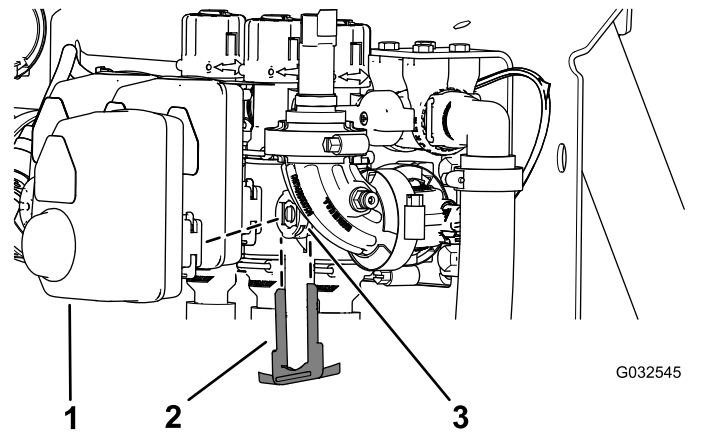

Figura 109
- Retire la horquilla de retención que sujeta el actuador la válvula multivía (válvula de sección o válvula de agitación) (Figura 109).